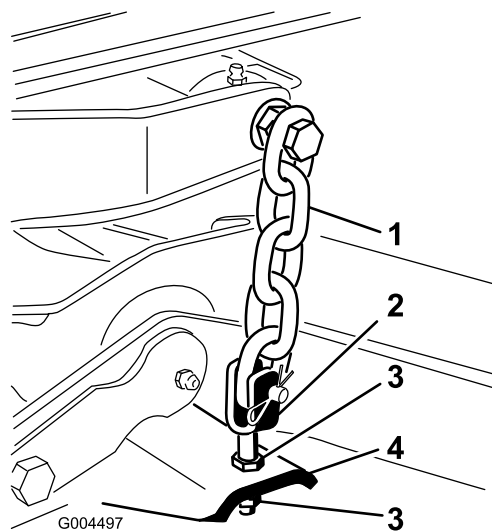

Figura 65
7. Ajuste las contratuercas que fijan las horquillas/cadenas de la parte trasera de la carcasa para elevar la parte trasera, hasta que la inclinación de las cuchillas sea de 8 mm (Figura 65).